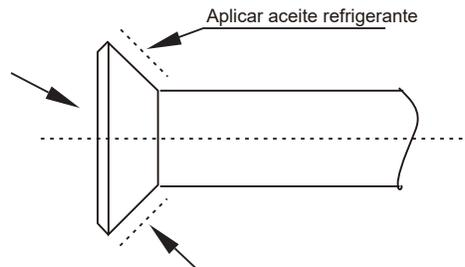

Figura 12
- Antes de instalar la tapa del soporte en el soporte de la tubería, aplique un poco de aceite refrigerante en el soporte (tanto dentro como fuera) y, a continuación, gírelo tres o cuatro veces antes de ajustar la tapa. Vea la Figura 12.